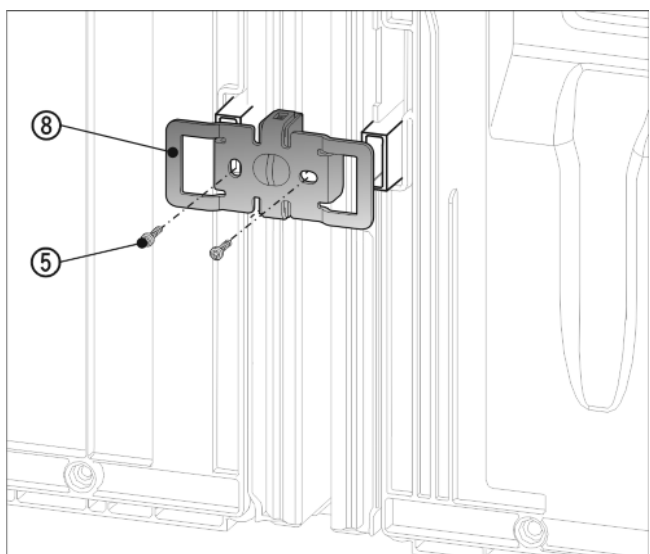

Fig. 12
- ▶ Vuelva a deslizar la escuadra Fig. 12 (8) con las escotaduras sobre el alojamiento de los distanciadores de pared.
- ▶ Atorníllela con los 2 tornillos Fig. 12 (5) para fijarla.